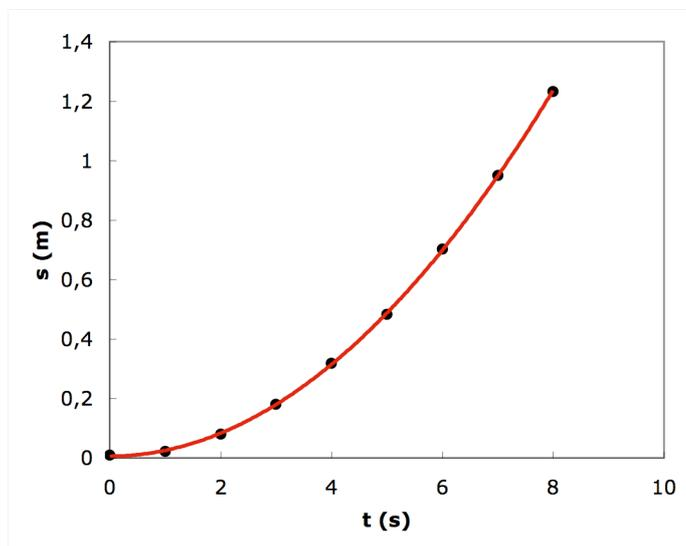

Figura 4: Variação de s com t . Recta obtida por ajuste segundo o *método dos mínimos quadrados*
Da equação (7) pode ser utilizada para determinar o momento de inércia I_z a partir do ajuste de uma função tipo $Y = A X^B$ aos pontos definidos por um conjunto de pares de valores $(Y, X) = (s, t)$ como no exemplo da Figura 4.